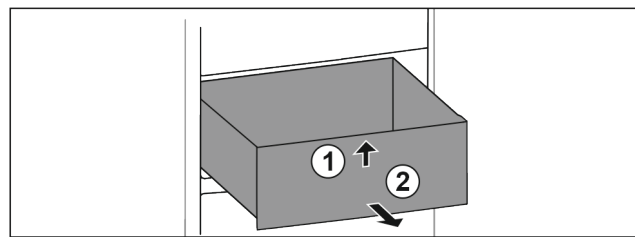

Fig. 17
- Приподнимите спереди Fig. 17 (1).
- Извлеките движением вперед Fig. 17 (2).